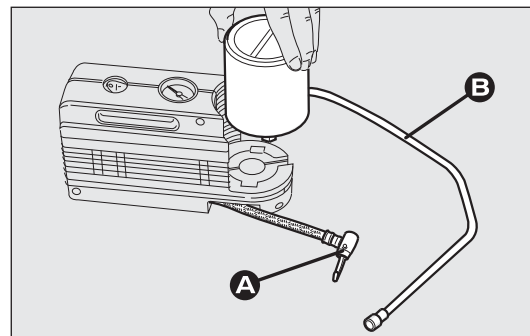

fig. 157
- ☐ débrancher le crabot A-fig. 157 ;